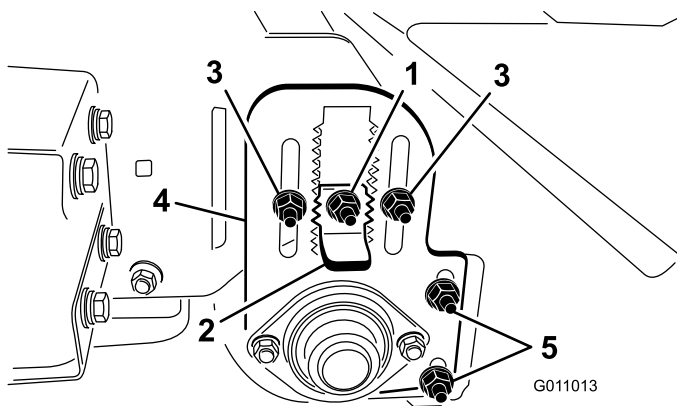

Bild 18
3. Lösen Sie die Sperrmutter am Höheneinstellschlüssel (Bild 18), sodass er ungefähr 1/2 Zoll herausgezogen werden kann.
- Lösen Sie die Sicherungsmuttern für die Einstellung der Rollenhöhe (Bild 18).
- Ziehen Sie den Höheneinstellschlüssel heraus und bewegen Sie die Heckrolle nach oben oder unten, indem Sie die Höheneinstellplatte auf die gewünschte Höhe schieben (Bild 18).
Die Rollenschürfleiste (Bild 18) sollte so eingestellt werden, dass ein Abstand von 1,5 mm zwischen der Schürfleiste und der Rolle besteht. Lösen Sie die Einstellmutter für die Rollenschürfleiste, positionieren Sie die Rolle wie gewünscht und ziehen Sie die Mutter fest.